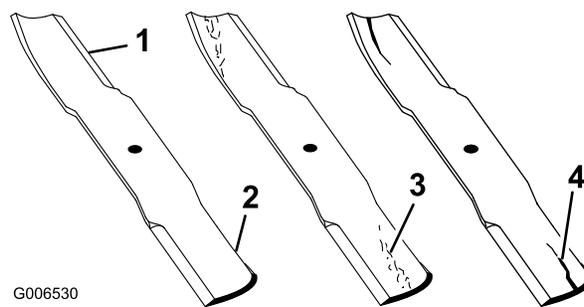

Figura 77
1. Controllate i taglienti (Figura 77).
4. Se notate incrinature, usura o scanalature in questa zona, montate immediatamente una nuova lama (Figura 77).